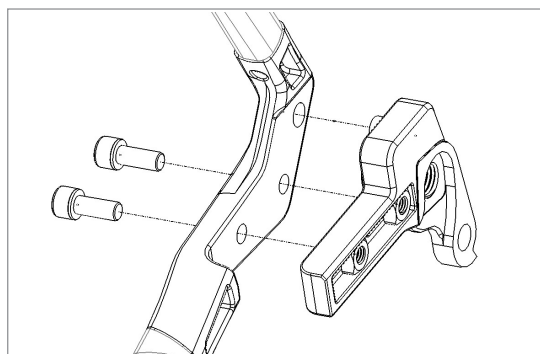

Figure 3
6. Tout en maintenant la plaque de patte côté chaîne contre le cadre, introduisez des vis M6 de l'extérieur du cadre et vissez des écrous carrés M6 à peu près à mi-chemin (figure 3).